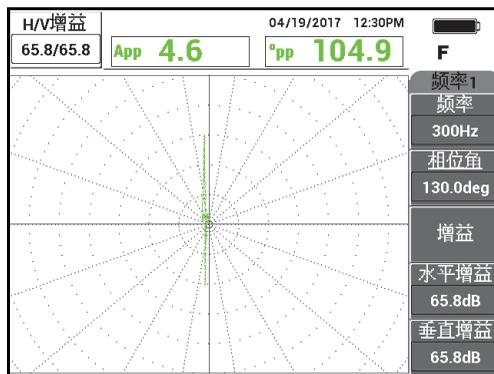

图 5-229 调节增益
4. 按增益键 (**dB**)，然后增加增益，直到孔的信号达到大约 6 个垂直分区的高度 (参见第 271 页的图 5-229)。